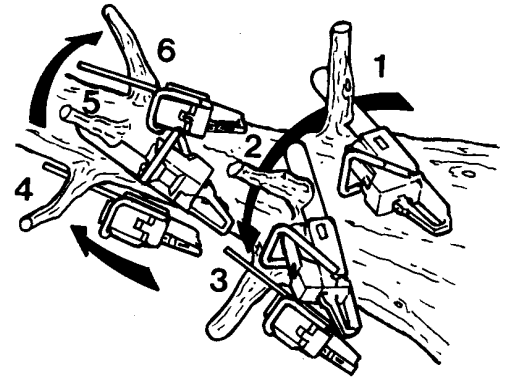

図 24
1. 枝払いは倒れた木の上側から①→②→③→④→⑤→⑥の順に切り進めてください。(図 24)